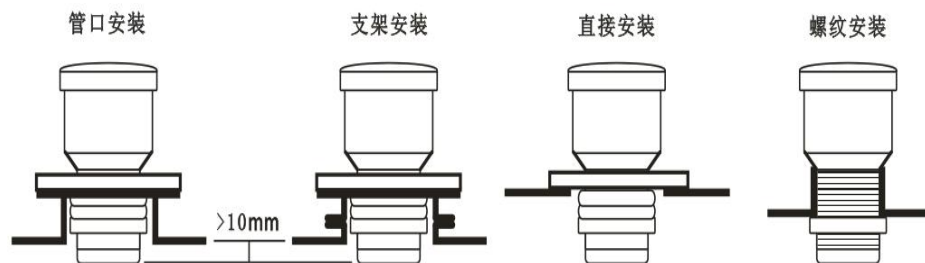

图 4 安装方法
(3) 探头可以选择用法兰或是标准的 M60×2 螺纹安装（安装接口与实物为准）。无论是法兰安装或是螺纹安装，或是有无选择锥筒，应该保证探头的底部突出过程接口的底部。图 4 说明了正确的安装方法。